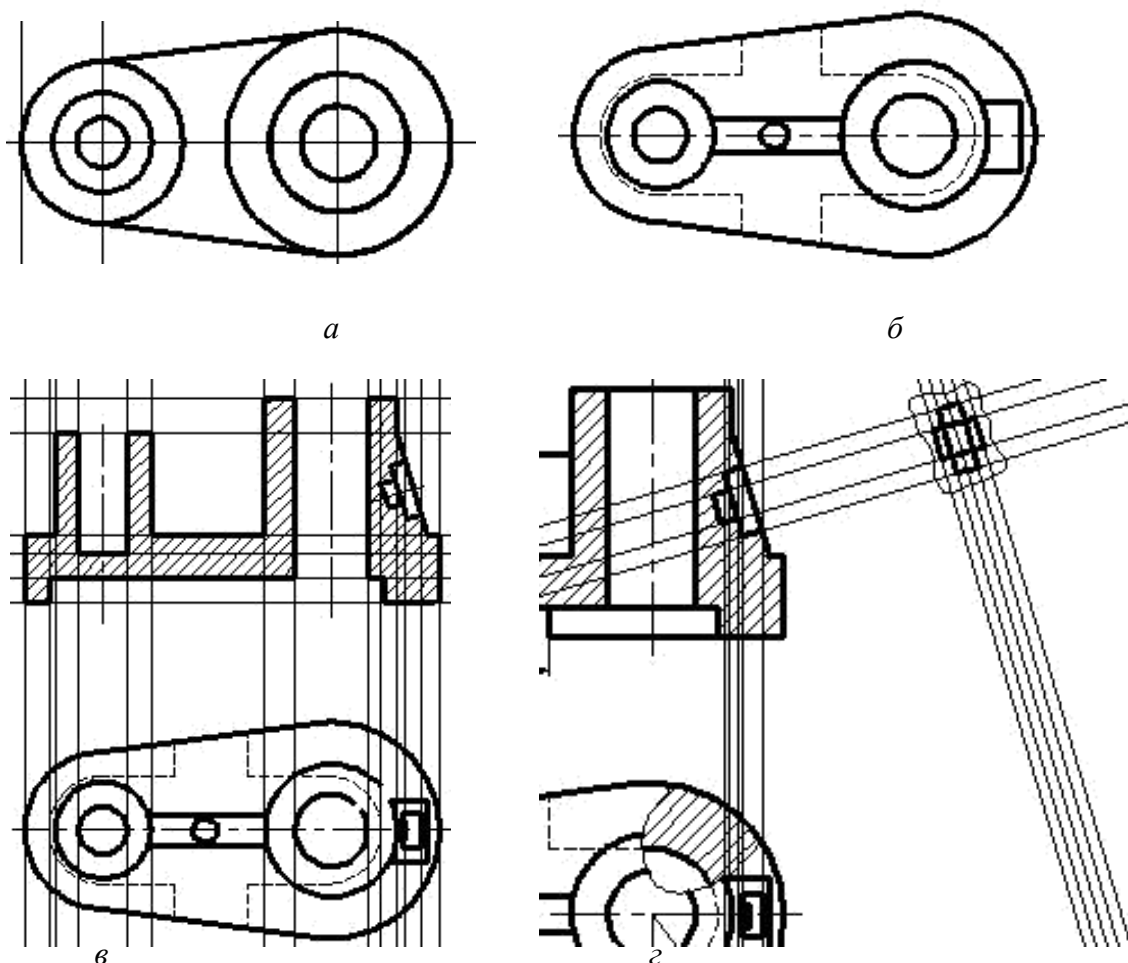

Рис. 4.7. Положение пользовательской системы координат:
3. Выполнение задания рекомендуется начать с вида сверху. Установить текущим слой 0. Изобразить вспомогательные линии, определяющие положение центров окружностей. Использовать команду **Прямая (Construction Line)**  и опцию **Отступ (Offset)**. Установить текущим слой **основная**. Изобразить окружности и касательные к ним отрезки вида сверху (рис. 4.7, а). Удалить участки окружностей.
4. Выполнить изображение основных линий вида сверху. Установить текущим слой **невидимая**. Изобразить невидимые линии вида сверху (рис. 4.7, б).
6. Изобразить горизонтальные вспомогательные линии по размерам, заданным в исходных данных на месте главного вида (рис. 4.7, в).
7. Установить текущим слой **основная**. Выполнить изображения замкнутых контуров на месте главного вида. Установить текущим слой 0 и заштриховать замкнутые контуры. Тип штриховки выбрать **line**, угол наклона штриховки задать 45° (рис. 4.7, в).
9. Установить текущим слой 0. Изобразить линии проекционной связи для формирования дополнительного вида. Установить ПСК, связанную с дополнительным видом. Установить текущим слой **основная**. Выполнить изображение дополнительного вида с использованием вспомогательных прямых линий (рис. 4.7, з).